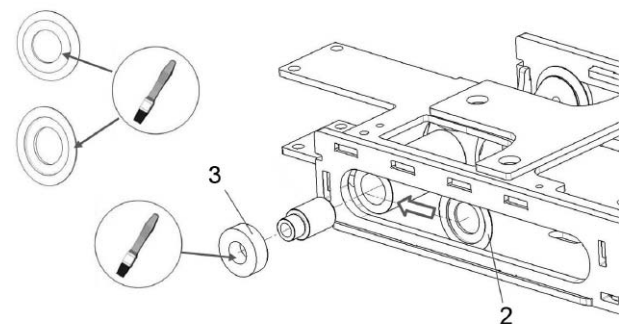

Bild 19. Smörj glidbrickornas (2) kontaktytor och kullagrets (3) hål med smörjfett.
7. Smörj glidbrickornas (2) kontaktytor med smörjfett. Se bild 19.
8. Smörj kullagrets (3) hål med smörjfett innan montering. Se bild 19.